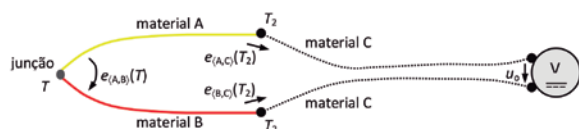

Figura 5. Medição, com um voltímetro de CC, da f.e.m. produzida por um termopar.
Um dos primeiros problemas que se colocam ao utilizador de termopares é o de efectuar a medição da sua f.e.m., $e_{(A,B)}(T)$, que é igual à tensão u_o na Figura 1b). A primeira sugestão será a utilização de um voltímetro de Corrente Contínua (CC), como se indica na Figura 5.